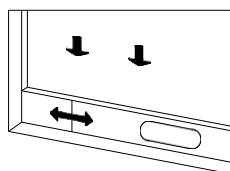
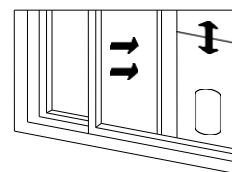

Figure 2
Figure 3
1). Ouvrez la fenêtre de moitié et monte l'ensemble de la plaque de scellement de la fenêtre dans la fenêtre (comme indiqué sur les figures 2 et 3); l'ensemble peut être placé en direction horizontale et verticale. Figure 2 et figure 3); l'ensemble peut être placé en direction horizontale et verticale.